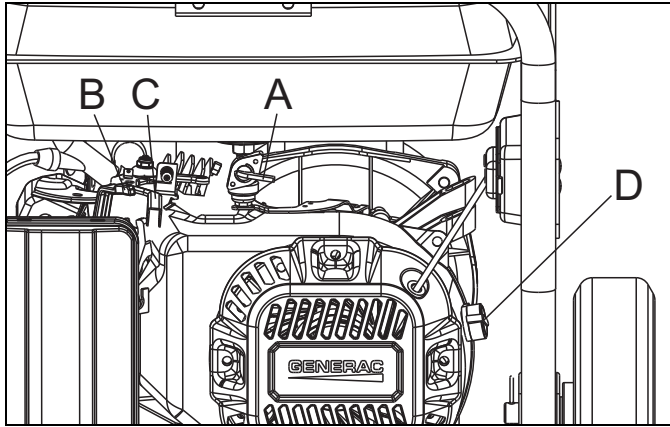

Figura 5-4. Puesta en marcha de la bomba de agua ST20
1. Gire la palanca de la válvula de combustible (A) a la posición ON (Figura 5-4.).
2. Mueva la palanca del cebador (B) a la posición CHOQUE (Cebado).